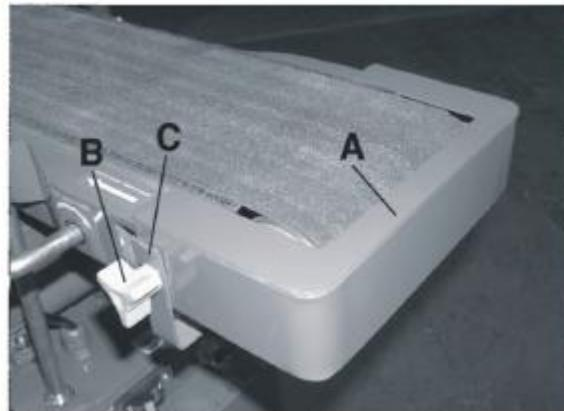

Рис. 11
Защитное ограждение (A) ленты на торце стола, рис. 11, не установлено и должно устанавливаться для обеспечения безопасности рабочего во время шлифования. Если необходимо выполнить шлифование по внутренней кривой, для чего требуется использование части шлифовальной ленты на барабане, то данное ограждение устанавливать не нужно. Для установки ограждения выполнить следующее:
1. Отвернуть и снять 2 фиксирующих рукоятки (B) на обеих сторонах стола ленты.
2. Надеть защитное ограждение (A) на торце стола под нижние выступы (C) ограждения.